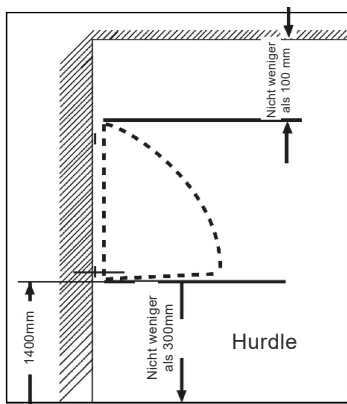

Abbildung 1
1. Markieren Sie die Position des Händetrockners an der Wand, indem Sie die empfohlenen Höhen und Parameter für die Installation verwenden (Abbildung 1).